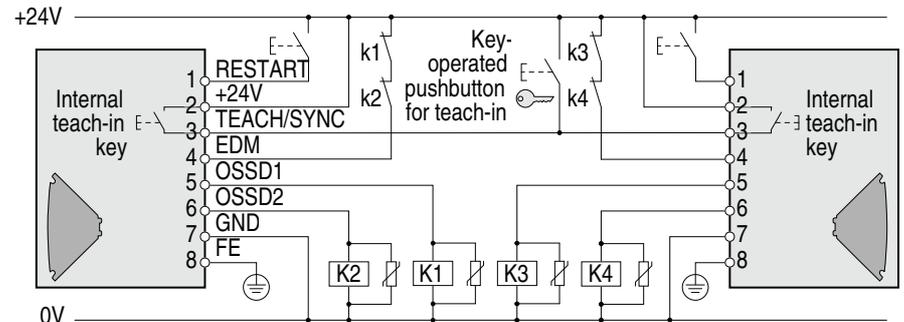

Figura 23 – Conexión de dos sistemas SC300 con sincronización
- Si usa dos sistemas SC300 en una misma aplicación, entonces ambos sistemas usan el mismo botón pulsador externo de aprendizaje operado por llave (vea la Figura 23).